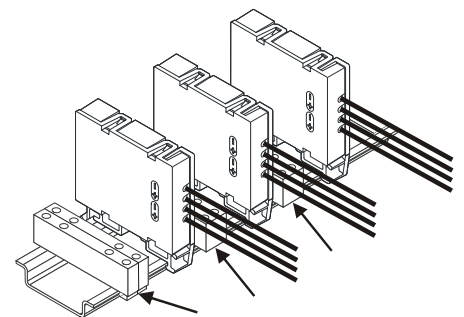

Fig. 3
- with terminals, e.g. terminal block on a top hat rail (Fig. 3)
- In the same way, fix one terminal block at a time between the line separators (Fig. 3).
- mittels Klemmen, z. B. Reihenklemmen auf einer Hutschiene (Fig. 3)
- Befestigen Sie auf gleiche Weise jeweils ein Paar Reihenklemmen zwischen den Linientrennern (Fig. 3).
- au moyen de bornes, par ex. des blocs de jonction sur un profilé (Fig. 3)
2. Fixez de la même manière une paire de blocs de jonction entre les isolateurs de ligne (Fig. 3).